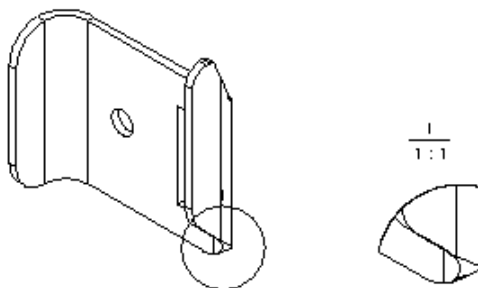

图 5-18 生成局部视图
(5) 单击“确定”按钮  生成局部视图, 如图 5-18 所示。